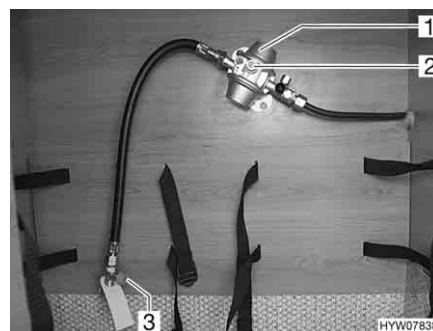

Fig. 120 Regolatore di pressione del gas
- Premere con forza il dispositivo antirottura della tubazione (Fig. 120,3) e tenerlo premuto per ca. 5 secondi.
- Premere con forza il pulsante verde (Fig. 120,2) del regolatore di pressione del gas (Fig. 120,1) e tenere premuto per ca. 5 secondi.